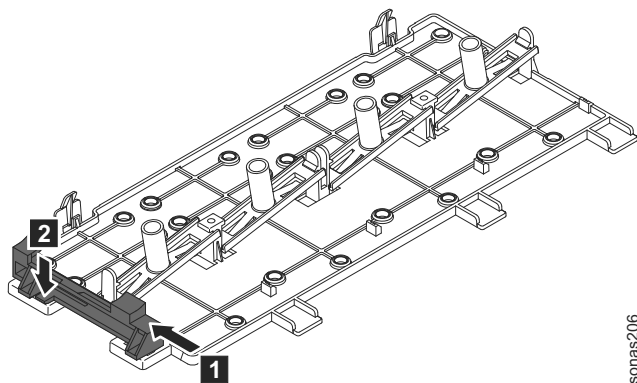

図 27. コントローラー保持ブラケットを内側にスライドさせて解放タブを押す
- 4) ステップ i で取り外したコントローラー保持ブラケットを取り付けます。そのためには、ブラケットを内側にスライドさせ **1**、解放タブを所定の位置まで **2** 押し下げます。図 27を参照してください。